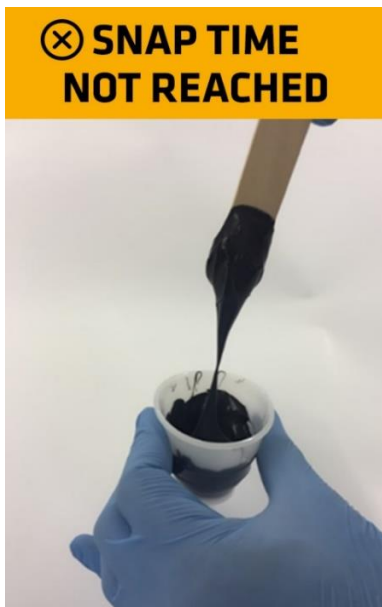
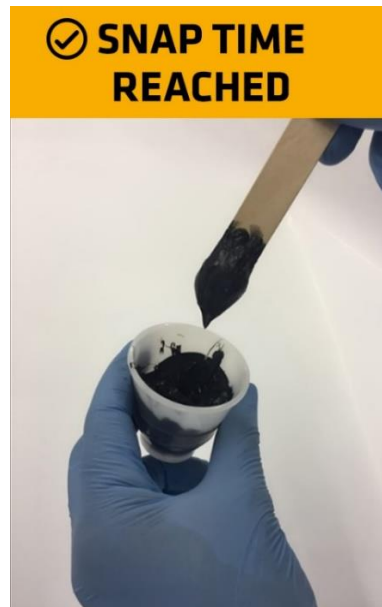

Figure 12 : le matériau présente un comportement pâteux : la durée de vie en pot n'est pas encore atteinte.
Figure 13 : le matériau présente un comportement caoutchouteux : la durée de vie en pot est atteinte.
6. La durée de vie en pot correspond au temps écoulé depuis le mélange manuel du mastic d'étanchéité silicone jusqu'au moment où on n'observe plus de longs fils lorsque la spatule est retirée du matériau (Figure 12), mais bien des fils plus courts (Figure 13).